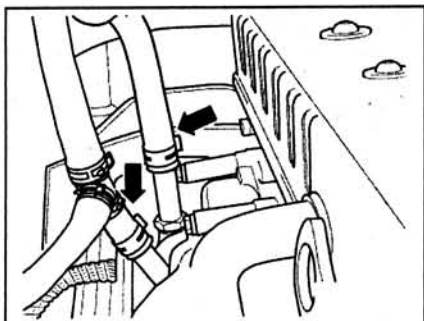

Рис. 2.19. Отсоедините патрубки (стрелки) от насоса системы охлаждения.
11. Отсоедините патрубки (стрелки) от насоса системы охлаждения (рис. 2.19).